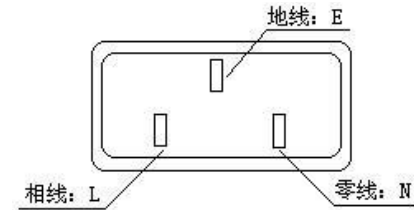

图 3.1.1
(1) 电源电压 220V±10% 频率：50Hz±5 % 60 Hz
(2) 工作条件：温度：0℃~40℃，相对湿度： < 80%RH
(3) 储存条件：温度：-10℃~70℃；相对湿度： < 70%RH
(4) 功率：小于 30 W。
(5) .电源的相线 L，零线 N，地线 E 应与本仪器电源插头相同，如图 3.1.1。同时地线 E 应可靠接地，否则仪器表面可能会有漏电现象！